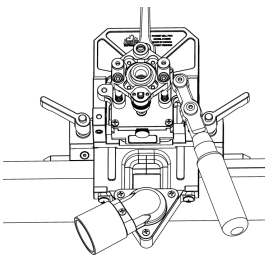

FIG. 10
3. Desserrez les poignées de fermeture ajustables et ajustez votre plaque jusqu'à ce que la ligne du centre s'aligne aux lignes gravées au laser sur le hublot de référence. (Voir figure 10.)